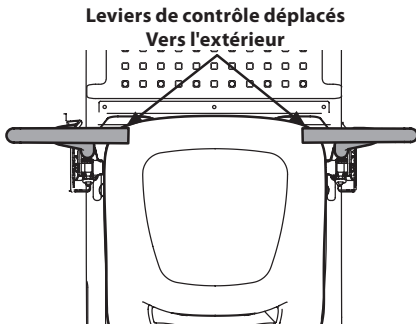

Figure 19
- Déplacez complètement les leviers de commande de la barre abdominale (Figure 19).